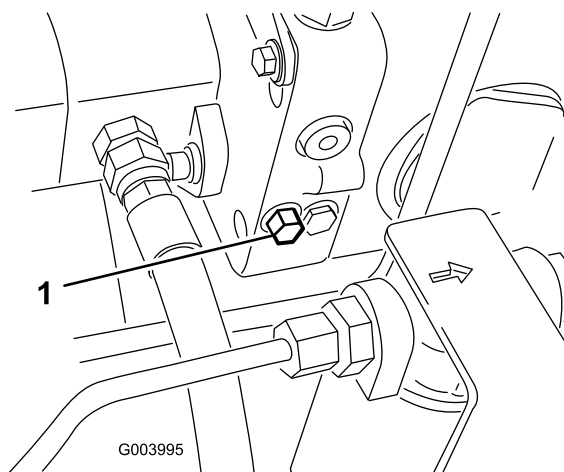

Bild 22
1. Dieses Sicherheitsventil befindet sich links am Hydrostat (Bild 22). Drehen Sie die Schraube um eine 1-1/2 Umdrehungen, um das Ventil zu öffnen und Öl intern abzulenken. Weil das Öl abgelenkt wird, lässt sich die Maschine ohne Schäden am Getriebe langsam bewegen.